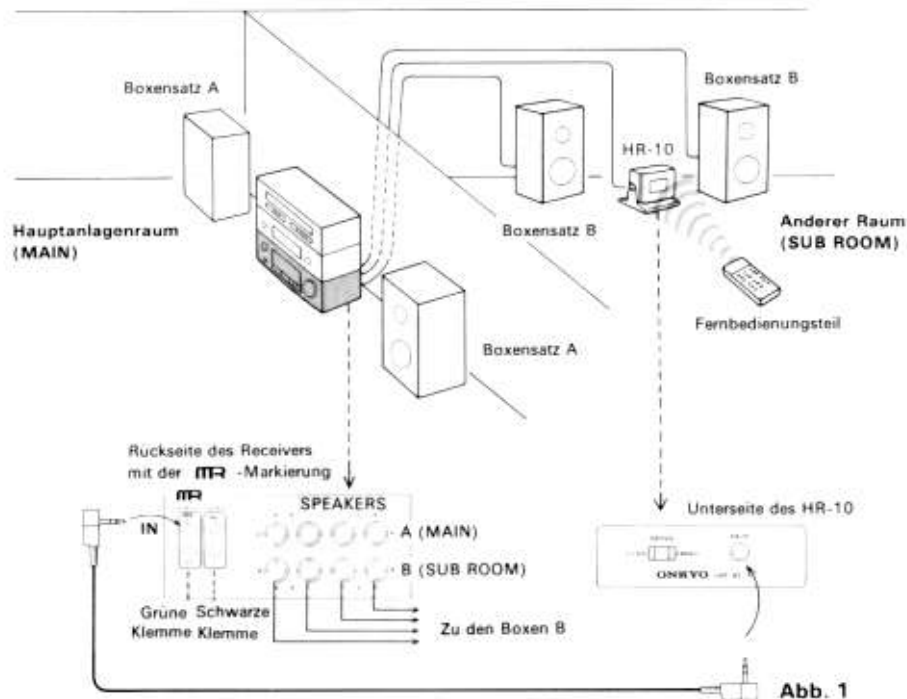

Abb. 1
- Bei Verwendung des HR-10 zur Steuerung von Bausteinen in einem anderen Raum die Verbindung wie in Abb. 1 gezeigt vornehmen.
- Zur Steuerung von Bausteinen im Haupanlagenraum von einem anderen Raum aus den Anschluß vornehmen, wie in Abb. 1 und 2 gezeigt, und dann das System betreiben wie unten beschrieben.
- (1) Die Bausteine im Haupanlagenraum einschalten, die Lautstärke niedrig einstellen, und dann den Schalter B(SUB ROOM) der Boxen in ON-Stellung stellen. Wenn nicht im Haupanlagenraum gehört wird, den Schalter A(MAIN) für die Boxen im Haupanlagenraum in OFF-Stellung stellen.
- (2) Das Fernbedienungsteil betreiben, indem es auf den HR-10 in einem anderen Raum ausgerichtet wird.
Wenn die Bausteine verbunden sind, wie in Abb. 1 gezeigt, kann die Anlage nicht durch Fernbedienungsteile anderer Hersteller bedient werden.